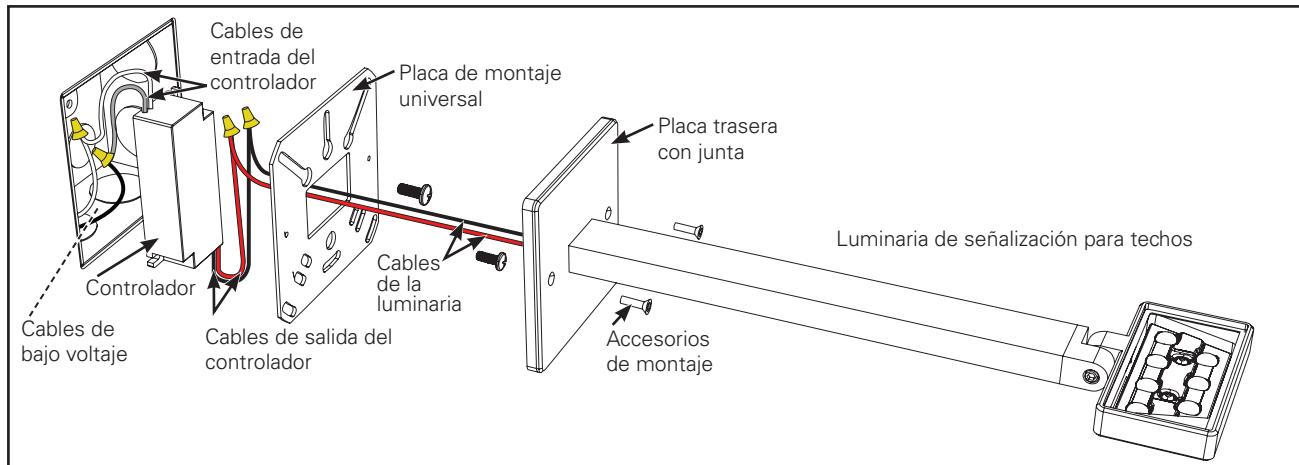

Figura 1.
- Desembale la luminaria de señalización EON para techos y asegúrese de que se encuentren todas las piezas incluidas (luminaria 303-S1, placa de montaje universal, tornillos de cabeza plana de 2 x 8-32 Y controlador Clase 2. Los conectores herméticos para cables, la llave allen de 5/64" y 9/64" y los accesorios de montaje de la caja de derivación son necesarios, pero no vienen incluidos. (Figura 1.)